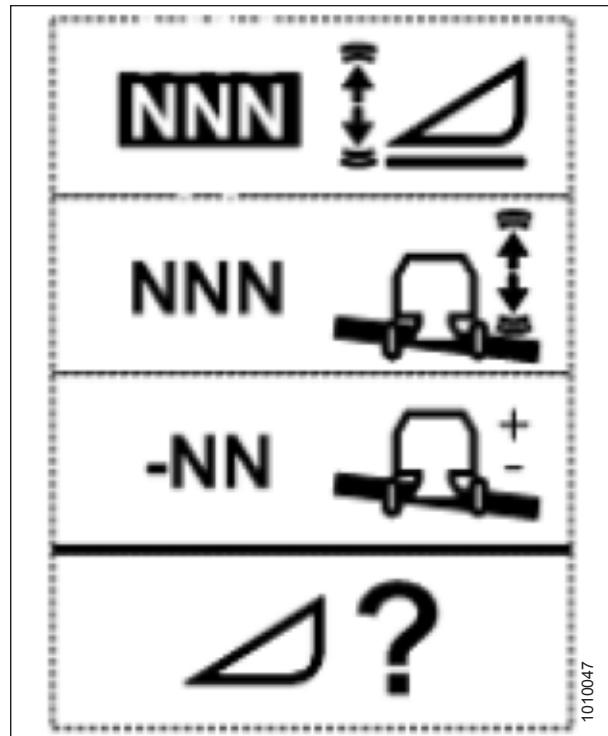

Figure 3.197: Page Modification de la sensibilité de la hauteur
1. Utilisez la touche HEADER SETTINGS (paramètres de la plateforme) (M) pour afficher l'écran HEADER SENSITIVITY CHANGE SCREEN (modification de la sensibilité de la hauteur) comme le montre la Figure 3.197, page 166
2. Vous pouvez utiliser les touches HAUT et BAS (E) ou (H) pour régler l'élément mis en surbrillance. La plage du réglage de la sensibilité de la hauteur est de 0 (moins sensible) à 250 (plus sensible) par incréments de 10.